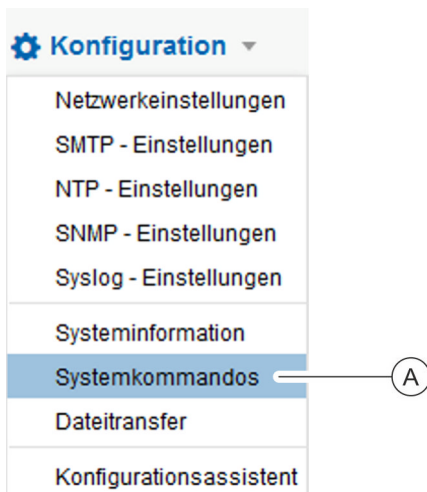

Abb. 185: Systemkommandos aufrufen
2. ➔ Über „Konfiguration ➔ Systemkommandos“ das Fenster "Systemkommandos" aufrufen (Abb. 185/Ⓐ).